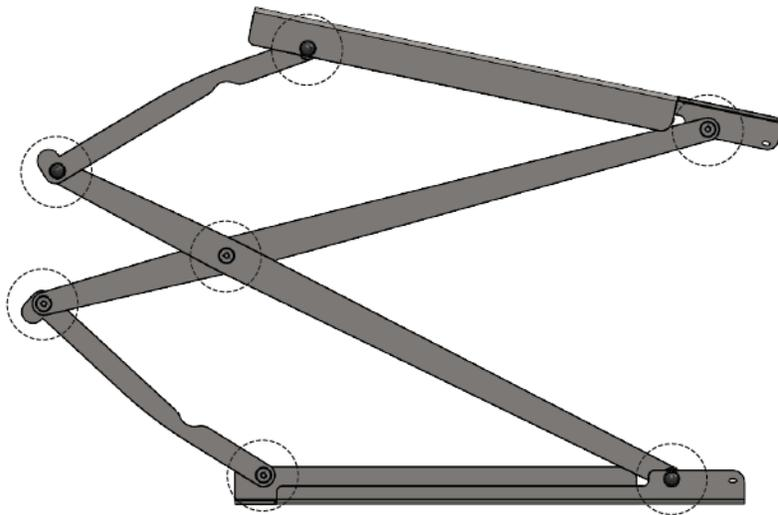

Abb. 10
- Überprüfen Sie einmal jährlich vor der Saison den festen Sitz der Schrauben und Muttern und ziehen Sie diese bei Lockerheit nach. Überprüfen Sie, ob die Scharniere richtig beweglich sind. **Abb. 10**